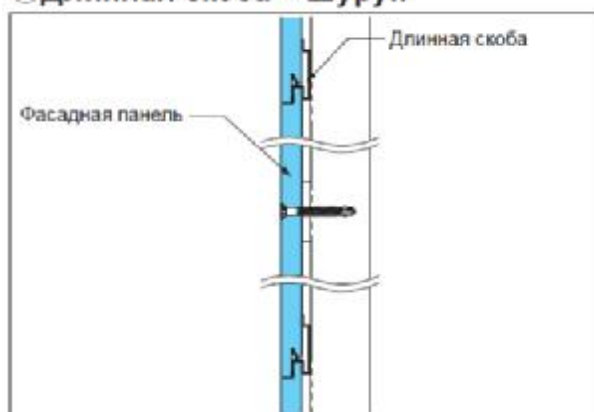

Рис. 9
- Панели устанавливаются при помощи длинных скоб и самосверлящихся шурупов; (см. рис. 9)